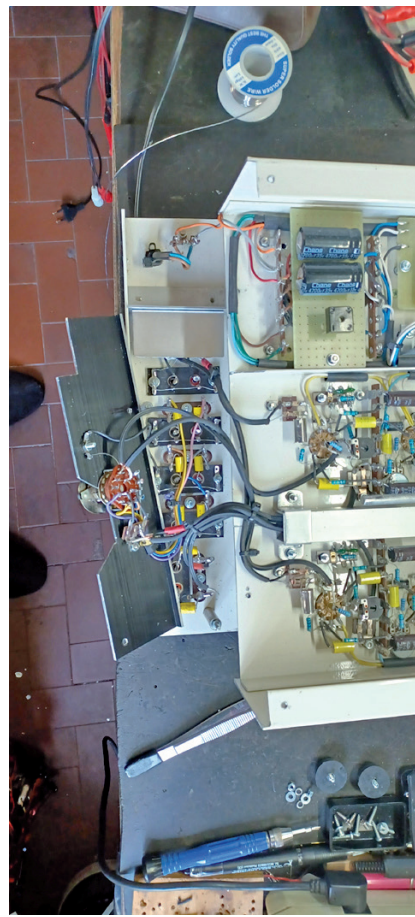
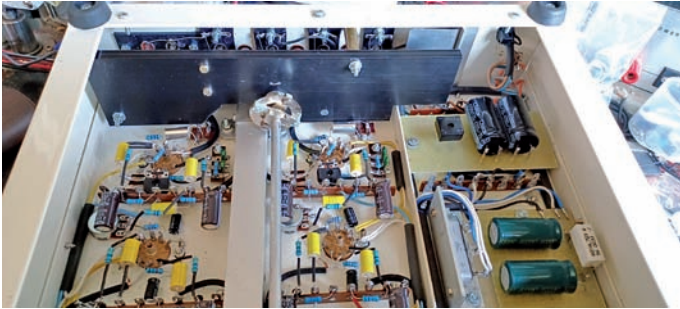

Fig. 8 - Commutazione posteriore
Fig. 10 - Schermo posteriore
- Infine, per la commutazione delle fonti di ingresso, ho posizionato l'apposito commutatore direttamente su un pannellino in alluminio fissato al pannello posteriore; questo commutatore viene comandato mediante un alberino proveniente dal frontale e che attraversa tutto il telaio, il tutto sia per schermare adeguatamente i fili della commutazione dei vari connettori RCA di ingresso periferiche audio, sia per rendere tali fili il più corto possibile (Fig. 8 / Fig.10).